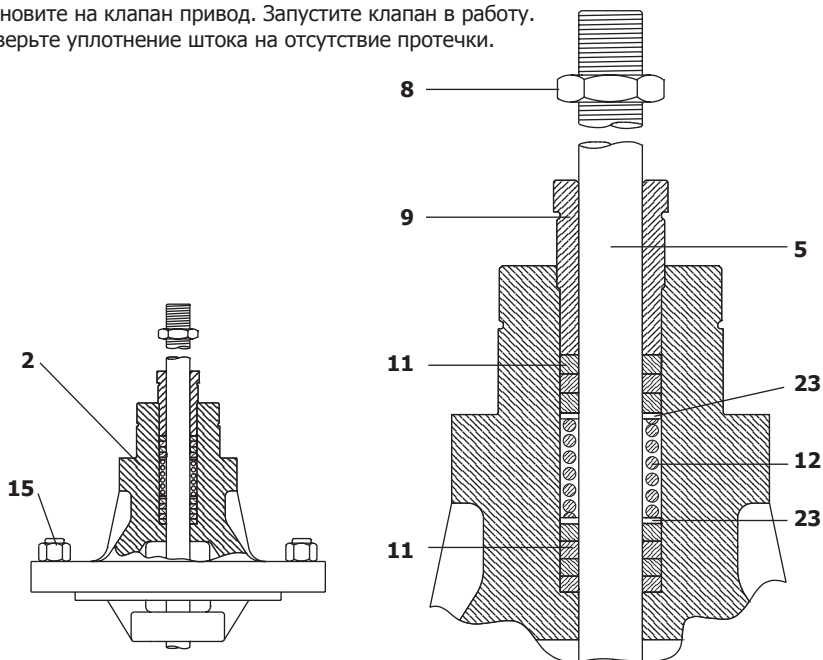

Рис. 4
4.2.2 Процедура замены штока (см. рис. 4, 5 и 6):
4.2.3 Процедура замены штока, плунжера и седел у смешивающих клапанов (См. рис. 4, 5 и 6):
4.2.4 Процедура замены штока, плунжера и седел у отводящих клапанов (См. рис. 4 и 8):